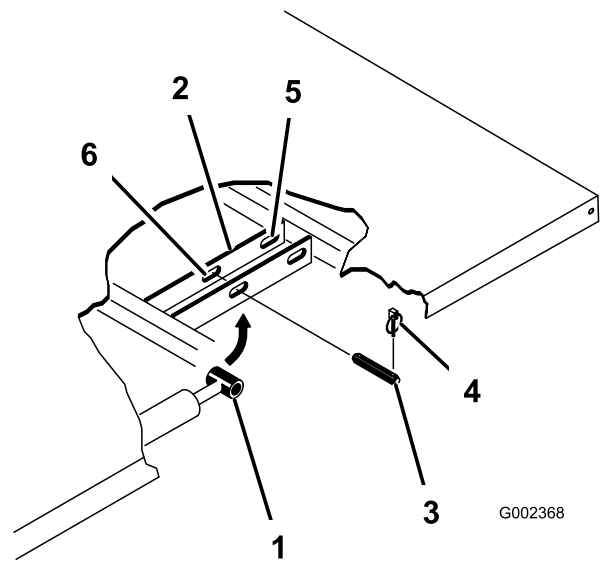

Figura 23
3. Îndepărtați cunile de osie de la capetele exterioare ale tifturilor cu cap și gaură tijă cilindru (Figura 23).
4. Îndepărtați tifturile cu cap și gaură care fixează capetele tijei cilindru pe plăcile de montare platformă împingând tifturile spre interior (Figura 23).
5. Îndepărtați cunile de osie și tifturile cu cap și gaură care fixează suportii pivot de canalele cadrului (Figura 23).